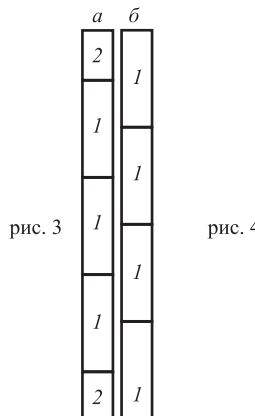

рис. 3
2. По одной ламели вставьте сверху вниз в направляющую из нержавеющей стали (рис. 2) по порядку, указанному на рисунке (рис. 3).